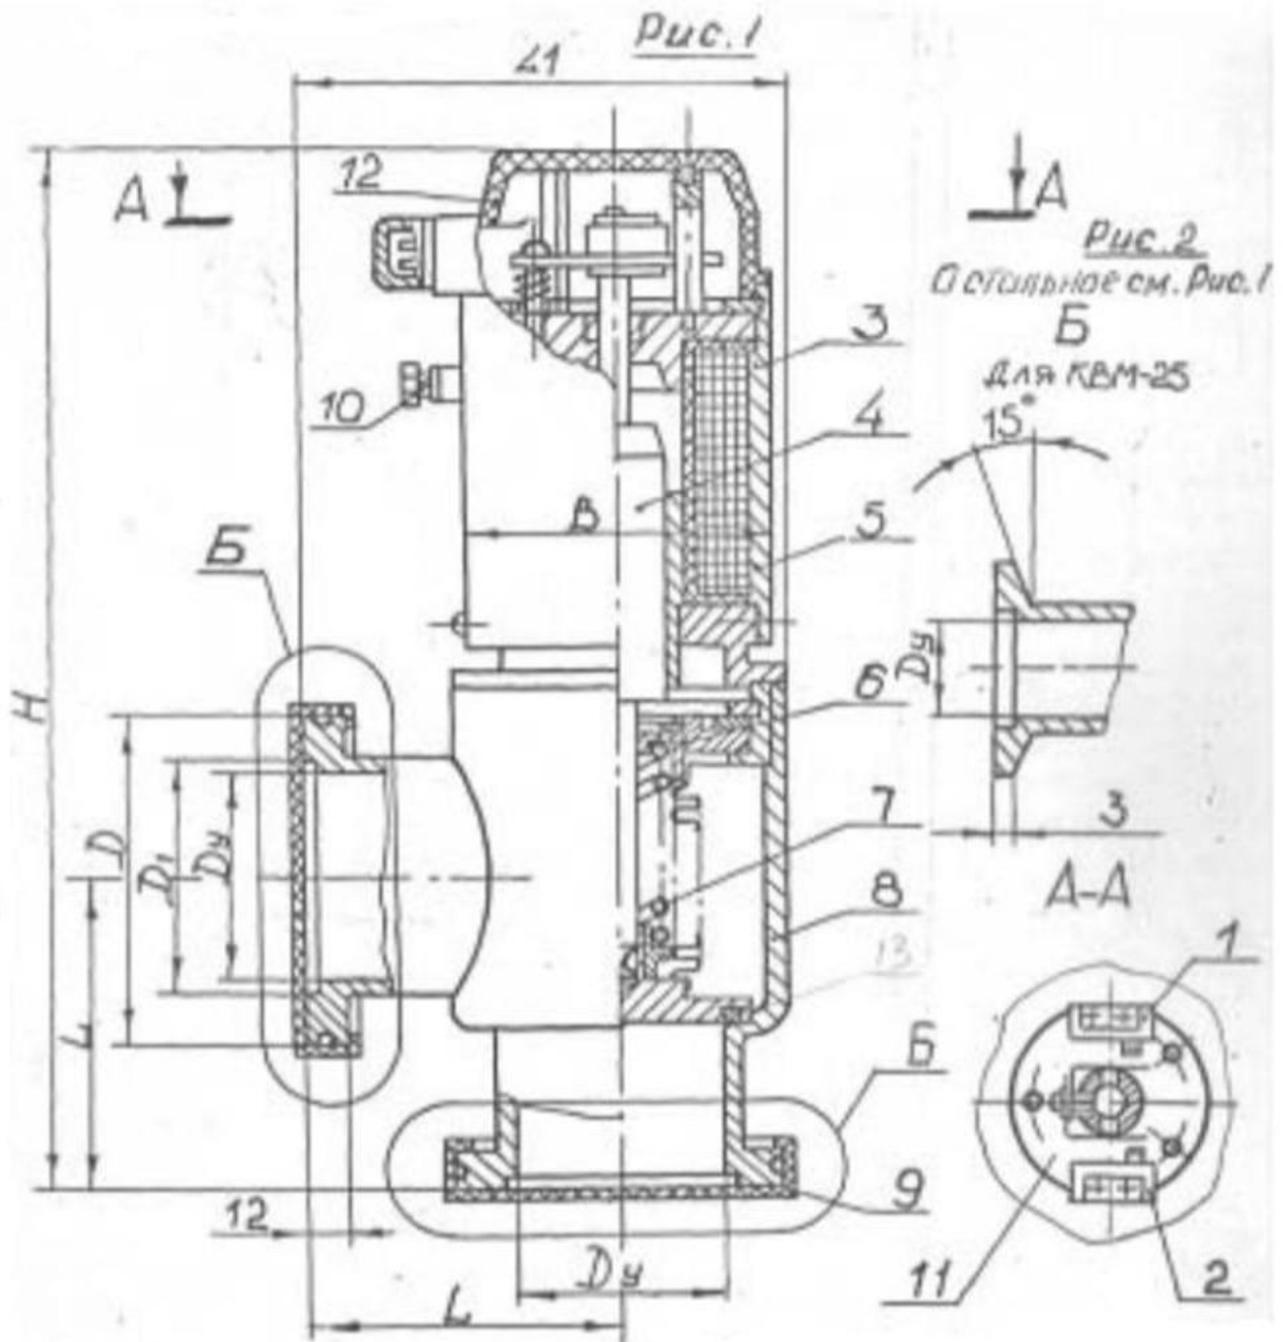

Рисунок 1 – Общий вид клапана
3.1.3.2 При необходимости произвести регулировку узла микропереключателей 1 и 2 (рисунок 1) в следующей последовательности: